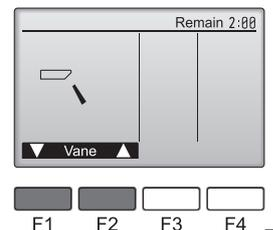

Fig. 7-4
- ② 按下 [选择] 按钮可显示叶片操作屏幕，然后按下 [F1] 和 [F2] 按钮检查自动叶片。（Fig. 7-4）